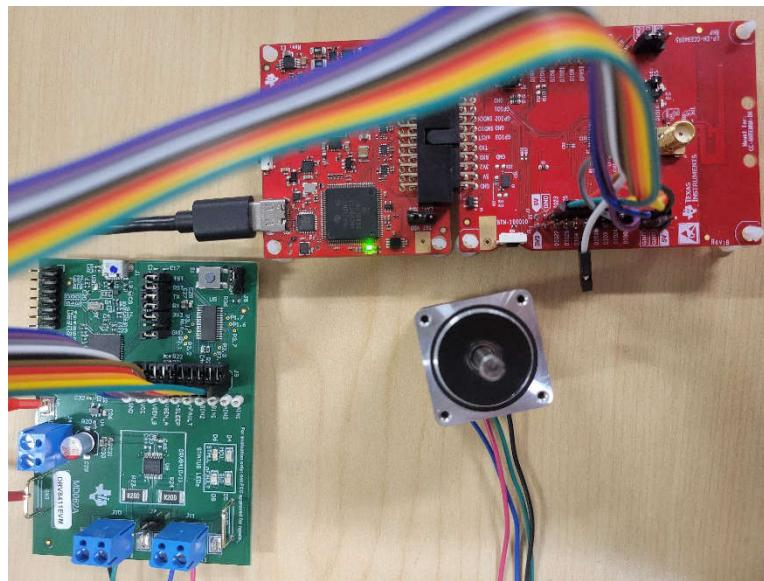

図 2-2. 物理ハードウェアのセットアップ
ステッパー モーターの配線は、モーター メーカーが指定する向きで DRV8411EVM の出力端子に接続する必要があります。DRV8411EVM の VM/VCC 電源は、LP-EM-CC2340R5 とは別に供給する必要があります。これは、LP-XDS110(ET) ではステッパー モーターの駆動に必要な電流を十分に供給できないためです。最終結果は、図 2-2 のようになります。